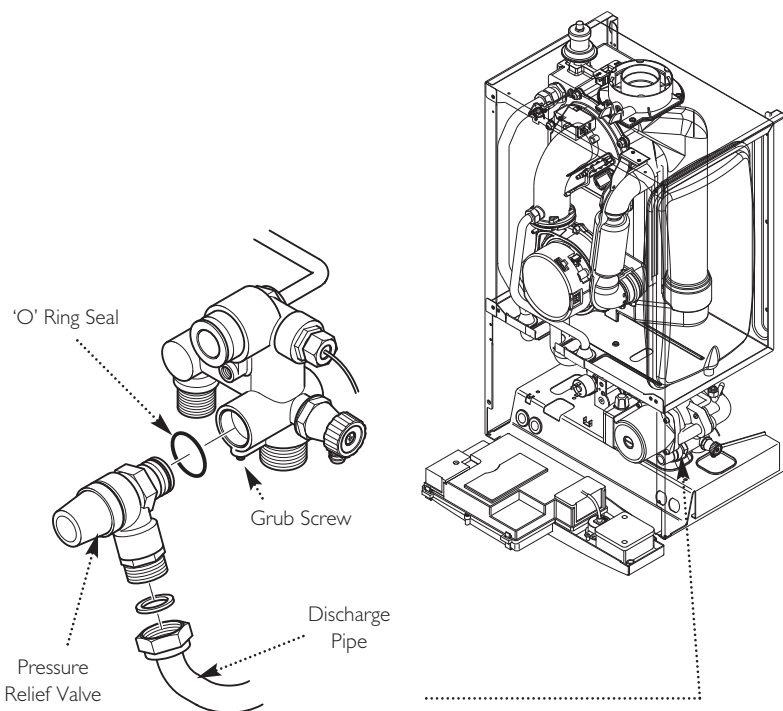

Fig. 90
14.16 Pressure Relief Valve (Fig. 90)